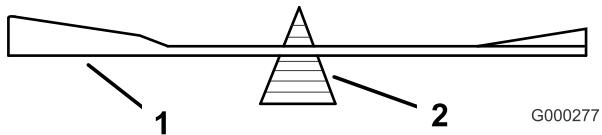
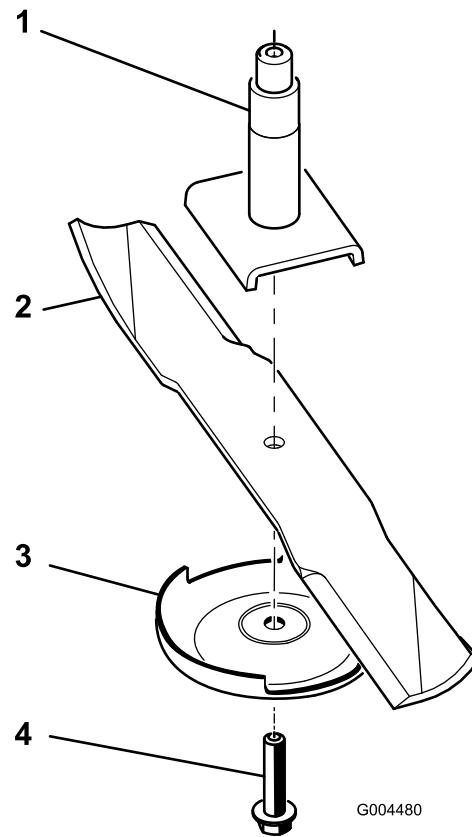

Figure 68
Figure 69
2. Enlevez le boulon, la plaque anti-scalp et la lame de l'axe de pivot (Figure 69).
2. Vérifiez l'équilibre de la lame en la plaçant sur un équilibrage (Figure 68). Si la lame reste horizontale, elle est équilibrée et peut être utilisée. Si la lame est déséquilibrée, limez un peu l'extrémité de la partie relevée seulement (Figure 69). Répétez la procédure jusqu'à ce que la lame soit équilibrée.
1. Placez la lame sur l'axe (Figure 69).
2. Montez la plaque anti-scalp et le boulon de lame (Figure 69).